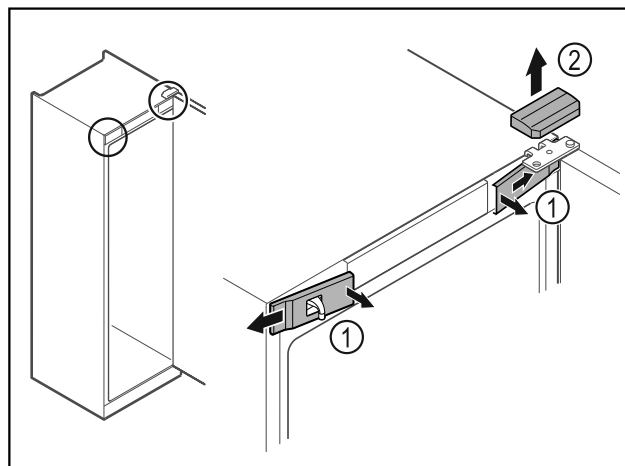

Fig. 16
- ▶ Klik de forreste indvendige afdækninger Fig. 16 (1) ud, og tag dem af i siden.
- ▶ Tag den øverste afdækning Fig. 16 (2) af opefter.